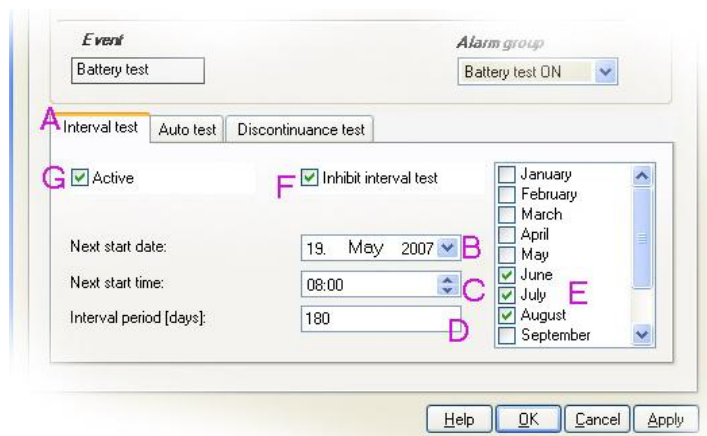

Рис. 5.12. Установка даты
- Щелкните на подраздел «Периодическая диагностика» – **Interval Test (A)**, чтобы запланировать время проведения диагностики.
- Щелчком мыши на выпадающей стрелке «Следующее начало диагностики» – **Next Start Date (B)** и в календаре выберите следующую дату начала диагностики (рис. 5.12).